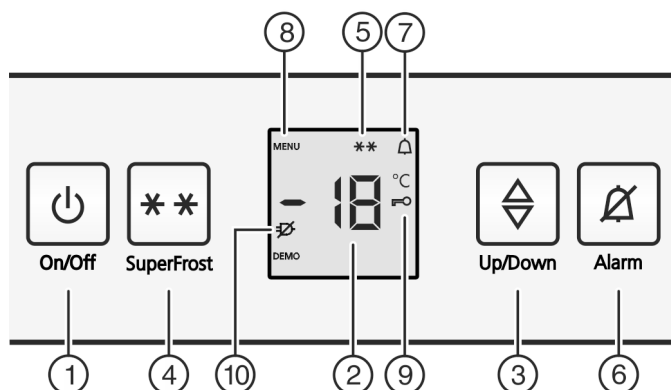

Fig. 2
- Naciśnąć przycisk On/Off Fig. 2 (1).
- Aktywacja trybu regulacji: Naciśnąć i przytrzymać przycisk SuperFrost Fig. 2 (4) przez ok. 5 sekund.
- ▷ Na wskaźniku pojawia się symbol menu Fig. 2 (8).
- Krótko potwierdzić przyciskiem SuperFrost Fig. 2 (4).
- ▷ Na wskaźniku świeci symbol zabezpieczenia przed dziećmi Fig. 2 (9).
- Krótko wcisnąć przycisk On/Off Fig. 2 (1).
- ▶ Aktywacja trybu regulacji: Nacisnąć i przytrzymać przycisk SuperFrost Fig. 2 (4) przez ok. 5 sekund.
- ▶ Krótco potwierdzić przyciskiem SuperFrost Fig. 2 (4).
- ▷ Symbol zabezpieczenia przed dziećmi Fig. 2 (9) gaśnie.
- ▶ Krótco wcisnąć przycisk On/Off Fig. 2 (1).
- ▶ Nacisnąć przycisk Alarm Fig. 2 (6).
Jednocześnie miga wskaźnik temperatury i symbol Alarmu Fig. 2 (7).
Akustyczny sygnał ostrzegawczy milknie automatycznie, znika symbol Alarmu Fig. 2 (7) i wskaźnik temperatury przestaje migać, gdy temperatura będzie ponownie wystarczająco niska.